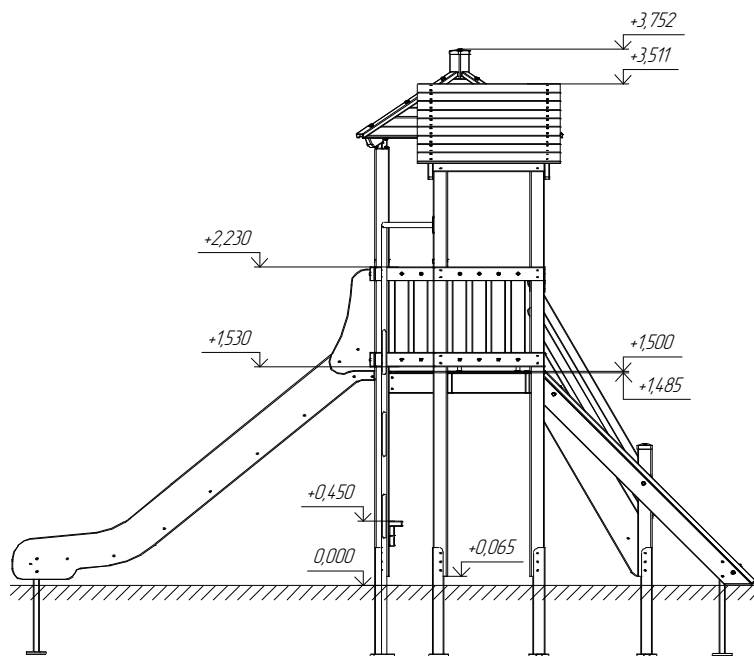

Рис.4. Схема высот.
3. Соберите каркас из досок (поз.30-32,35,36) с помощью саморезов 6х120 (12 шт.) и закрепите на высоте 1485 мм, указанной на рис.4 с помощью саморезов 6х90, шайб 8 и составных колпачков 8 (по 12 шт.). Затем установите доску 33 с помощью болтов мебельных М8х60 и гаек Эриксона М8 (по 2 шт.).
4. Соберите каркас из досок (поз.27,28) с помощью саморезов 6х120 (8 шт.) и закрепите на высоте 1485 мм, указанной на рис.4 с помощью саморезов 6х90, шайб 8 и составных колпачков 8 (по 8 шт.).
7. Установите ограждения (поз.5,6,7), согласно схеме на рис.4, с помощью саморезов 6х90, шайб 8 и составных колпачков 8 (по 32 шт.).